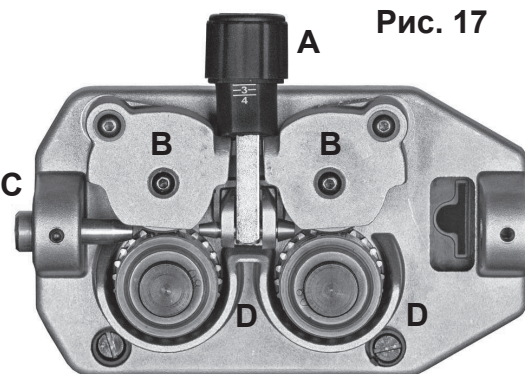

Рис. 17
- Ослабьте и опустите пластмассовую рукоятку (А) и поднимите прижимные рычаги проволоки (В) (рис. 17). Удалите возможные остатки проволоки из кожуха проволоковода.
- Выпустите проволоку с катушки и с помощью двух зажимов прочно удерживайте так, чтобы она не могла развернуться. При необходимости распрямите конец проволоки перед тем, как вставить его во входную направляющую (С). Вставьте туда проволоку, пропустив её под нижними роликами (D) и вставив в кожух проволоковода.